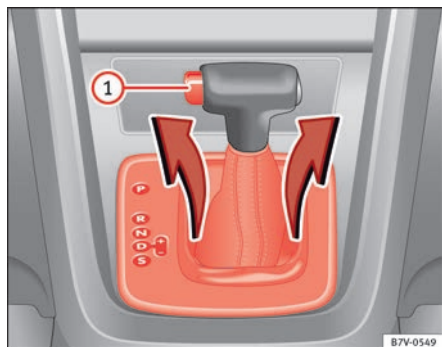

Fig. 195 Desmontar el revestimiento del campo de indicación de las marchas.
- Tire hacia arriba de la cubierta por la zona del guardapolvos de la palanca selectora ⇒ fig. 195.
- Presione la tecla de bloqueo ⇒ fig. 195 ① en el pomo de la palanca selectora y coloque la palanca en la posición **N**.